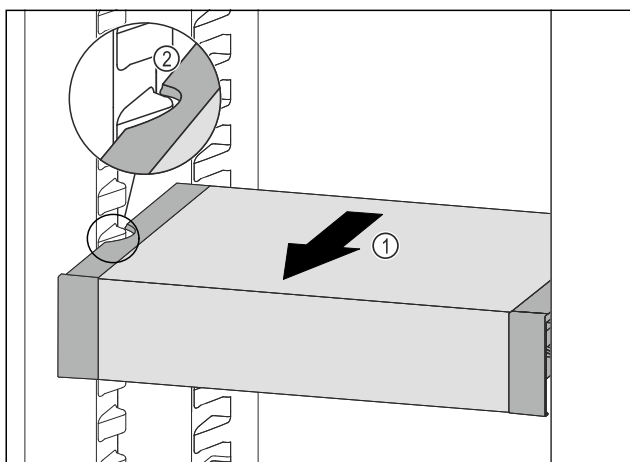

Fig. 144
- Ladicu VarioSafe vucite prema naprijed Fig. 144 (1) sve dok se bočni otvori ladice VarioSafe ne nađu na visini žlijeba spremnika u hladnjaku. Fig. 144 (2)